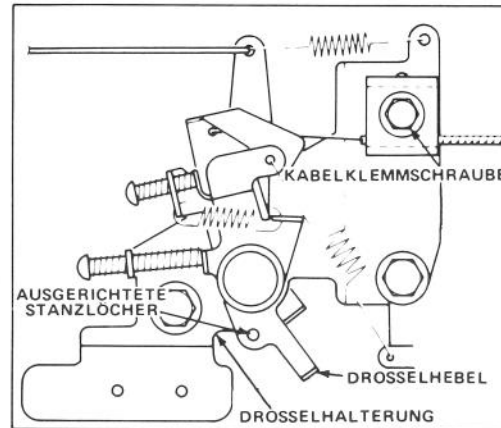

Bild 14
4. Schraube der Kabelklammer lösen, bis Bowdenzugkabel gleitet (Bild 14). Stanzlöcher in Drosselkabel und Drosselhalterung ausrichten.